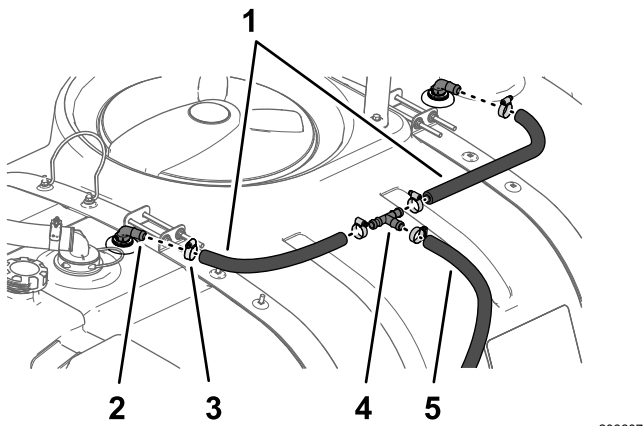

Figura 27
1. Conecte 2 mangueras (1,9 cm x 61 cm) y 2 abrazaderas a los acoplamientos de 90° de los conjuntos de boquilla de enjuague, y apriete las abrazaderas a mano (Figura 27).
en T con 2 abrazaderas, como se muestra en la Figura 27.
3. Conecte la manguera de 1,9 cm x 180 cm y una abrazadera al acoplamiento en T, como se muestra en la Figura 27.
1. Conecte la manguera de 53,3 cm de la parte inferior del depósito de enjuague al acoplamiento dentado recto interior de la bomba del depósito de enjuague con una abrazadera, y apriete la abrazadera a mano (Figura 27).